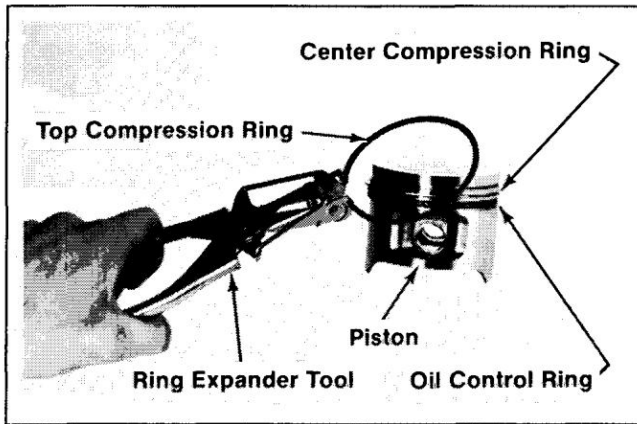

Figure 10-7. Dépose des segments de piston.
1. Retirez les segments de compression supérieur et central ainsi que l'entretoise de segment de contrôle d'huile à l'aide d'un outil d'expansion de segment. Reportez-vous à la Figure 10-7.